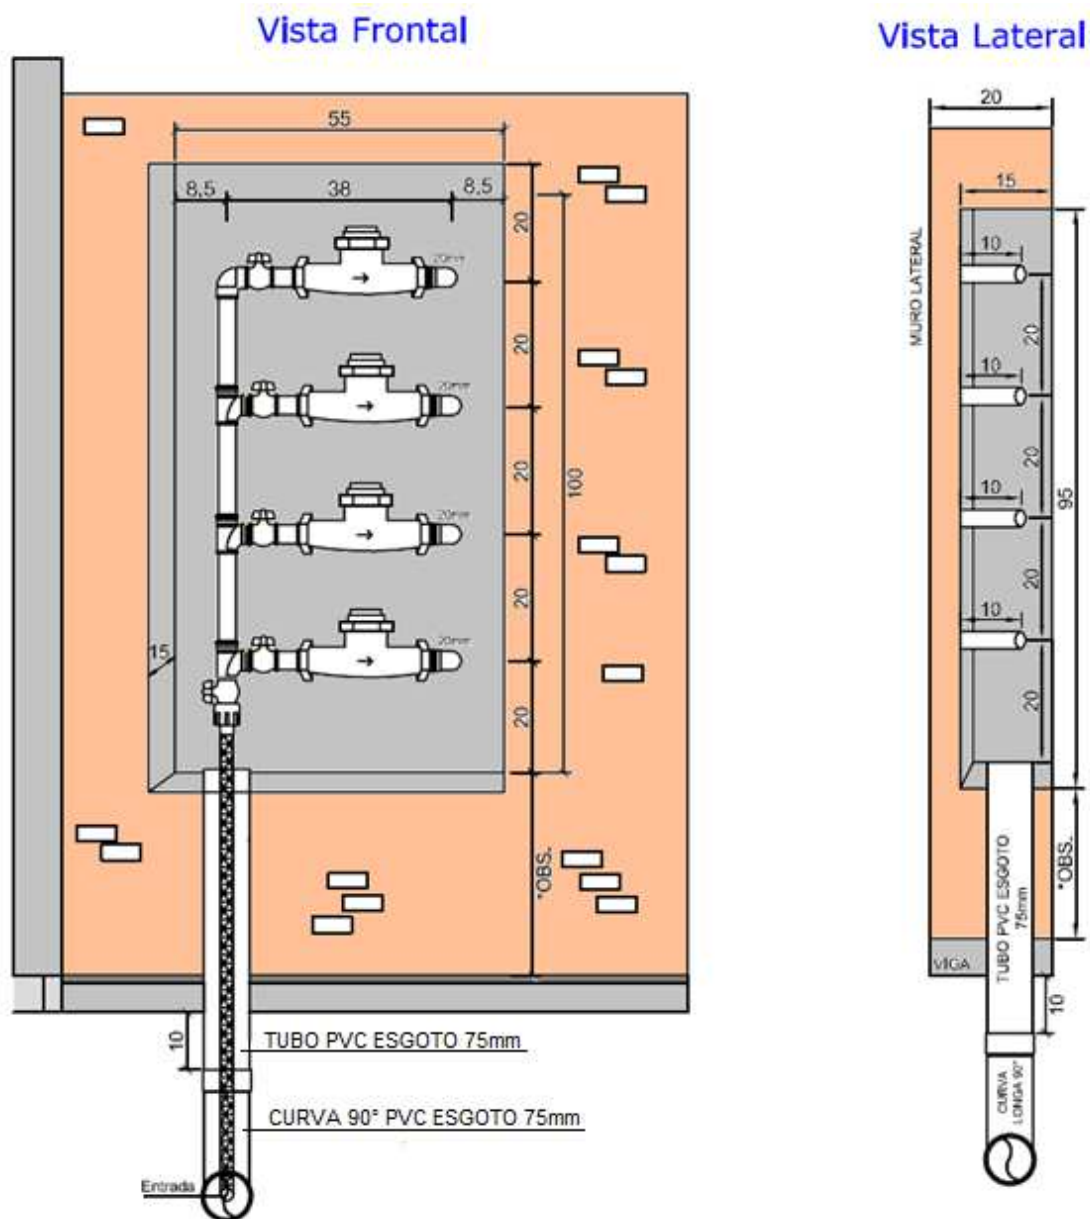

Figura 1: Padrão para 04 ligações – Modelo 1.
- I. **Modelo 1:** abertura no muro com dimensões de 80 cm de altura, 55 cm de largura e 15 cm de profundidade, para instalação dos hidrômetros de maneira sobreposta. Hidrômetros instalados com saída para trás (Figura 1).